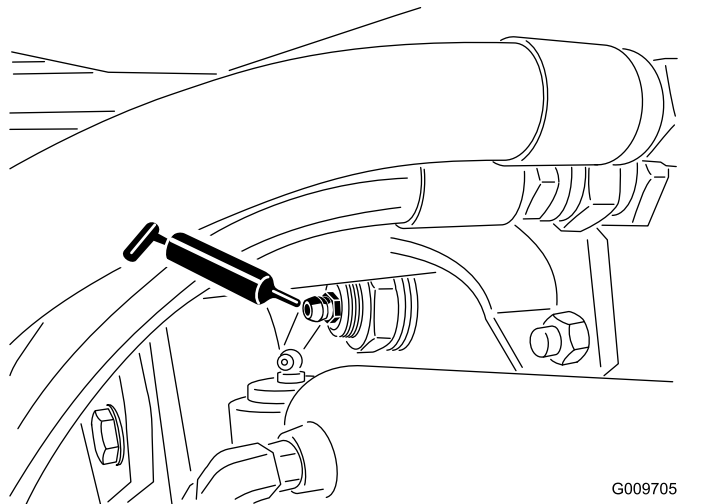

Figura 48
- Casquillos del pivote del eje trasero (2) (Figura 48)